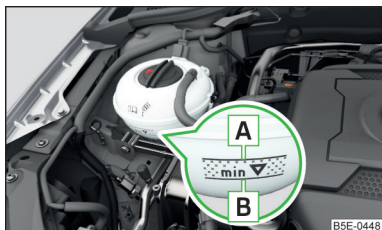

Fig. 188
Denumirea lichidului de răcire este menționată pe vasul de expansiune pentru lichidul de răcire » *fig. 188 la pagina 208.*
- Nu adăugați lichid de răcire deasupra marcajului **A** » *fig. 188 la pagina 208.*
Vasul de expansiune a lichidului de răcire » fig. 188
» Verificați nivelul lichidului de răcire la vasul de expansiune al lichidului » fig. 188.
Când motorul este cald, rezultatul verificării poate fi inexact. Nivelul se poate afla chiar și peste marcajul **A** » fig. 188.